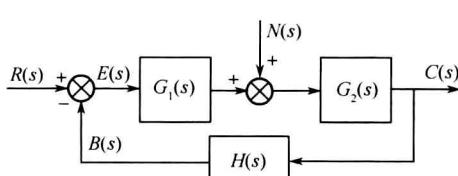

图 2-1
(3) 传递函数模型，线性定常系统在零初始条件下，将输出量的拉氏变换与输入量的拉氏变换之比定义为线性定常系统的传递函数，即 $G(s) = \frac{C(s)}{R(s)}$ 。
(4) 方框图模型，如图 2-1 所示。